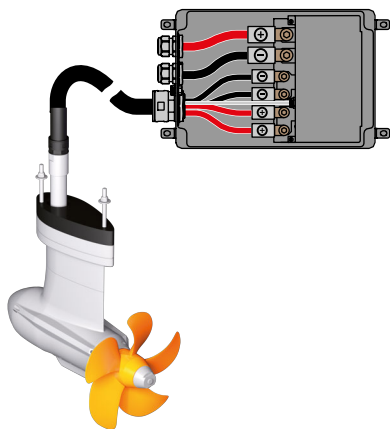

Fig. 41: Ledningsføring elektronikboks
1. Løsn skruerne (1) i elektronikboksen for at åbne den.
4. Tilslut effektkablerne til hver sin pol med den tilsvarende mærkning (rød = +, sort = -; 10 Nm), se "**Fig. 41: Ledningsføring elektronikboks**".
5. Tilslut motorkablet til motorstyringstilslutningen (6).